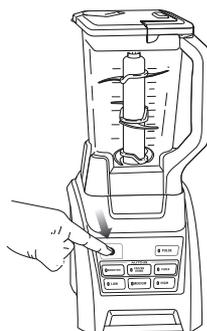

Fig. 7
- 11 Presione el botón de encendido para encender la unidad. Seleccione la velocidad o el programa AUTO-iQ que mejor se adapte a sus necesidades. El programa AUTO-iQ detendrá el aparato de manera automática al finalizar. (Fig. 7)
- 13 Cuando haya logrado la consistencia deseada, detenga el aparato apretando el botón de encendido (⏻) y espere a que las cuchillas apiladas dejen de girar. (Fig. 7)